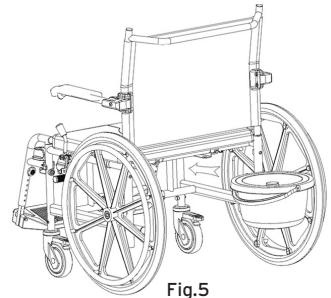

Fig.5
- Colocar el balde por el lado posterior de la silla para ducha haciéndolo desplazar por las guías (Fig.5).